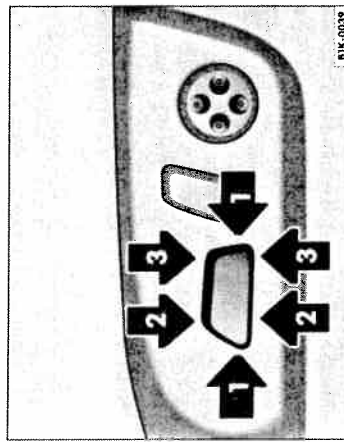

Fig. 63 De la comutator, scaunul se va regla în lungime, iar suprafața de șezut în înălțime și înclinare.
- Deplasați comutatorul în sensul indicat de săgeata ⇒ fig. 63 ①, pentru a regla scaunul din față în lungime ⇒ **A**.
- Deplasați comutatorul în sensul indicat de săgeată, pentru a regla înclinarea suprafeței de șezut în față ② sau în spate ③. Deplasați comutatorul concomitent în sensurile indicate de săgeată ② și ③, pentru a regla în înălțime scaunul.
- Apăsați pe suprafața ③ a comutatorului **B**, pentru a arcuri mai tare perna spătarului.
- Apăsați pe suprafața ④ a comutatorului, pentru a arcuri mai puțin perna spătarului.
- Apăsați pe suprafața ⑤ a comutatorului, pentru a deplasa în jos suportul lombar.
- Apăsați pe suprafața ⑥ a comutatorului, pentru a deplasa în sus suportul lombar.
- De la comutatorul ⇒ fig. 63 reglați suprafața de șezut în lungime și în înălțime. Astfel suprafața de șezut se poate regla parțial sau total pe înălțime.